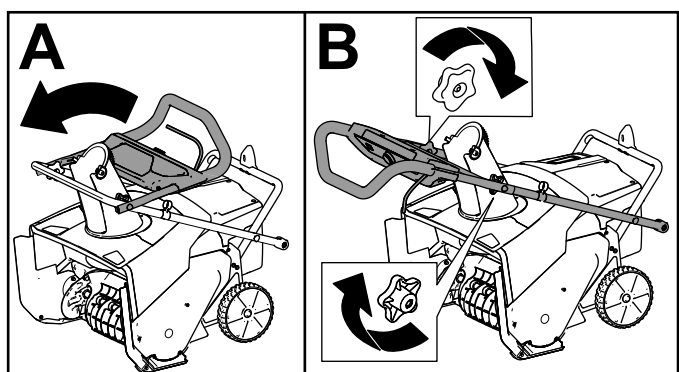

Figura 3
2. Despliegue el manillar superior y deje que los pomos del manillar superior encajen en su sitio (Figura 3, A).
3. Apriete los pomos del manillar (Figura 3, B).